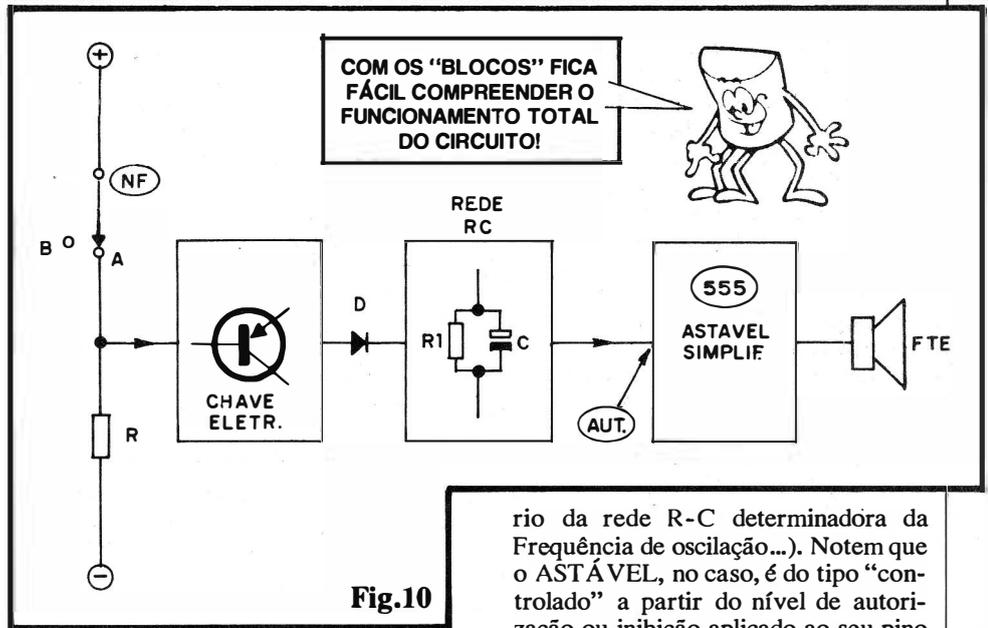

Fig.10
- FIG. 10 - O CIRCUITO - COMO FUNCIONA - Como sempre acontece ao final das "Lições" Práticas aqui do ABC, o diagrama de blocos facilita o entendimento teórico do funcionamento do circuito, a partir de expli-
cações diretas, cujos fundamentos o Leitor/"Aluno" irá encontrar ou na presente "Aula", ou nas anteriores... Sugerimos que, no acompanhamento das explicações, sejam observados simultaneamente o "esquema" (fig. 1) e o diagrama de blocos (fig. 10). O Integrado 555 está no "coração" do último bloco, formando o ASTÁVEL "simplificado", cuja configuração vimos exemplificada no decorrer da "Lição" Teórica da presente "Aula" (lá no começo da Revista...). Buscamos esse arranjo visando, unicamente, economia, já que se trata de um potente oscilador de áudio a partir de um mínimo de componentes (o próprio alto-falante "faz o papel" do resistor obrigató-
rio da rede R-C determinadora da Frequência de oscilação...). Notem que o ASTÁVEL, no caso, é do tipo "controlado" a partir do nível de autorização ou inibição aplicado ao seu pino 4... O primeiro bloco (esquerda, no diagrama da fig. 10) é formado por uma simples "chave eletrônica", centrada num único transistor PNP que, portanto, precisa de polarização negativa na sua base, para "ligar"... Essa polarização, em condições ótimas, seria facilmente fornecida via resistor R (470K, no esquema - fig. 1). Acontece que, enquanto o REED (Interruptor Magnético) encontrar-se fechado, pela proximidade do "companheiro" imã, tudo se passará como se a chave A-B estivesse na posição A (fechada), com o que a forte "positivação" da base do transistor/chave o mantém "desligado", não havendo assim percurso "livre" para a Corrente entre seus emi-